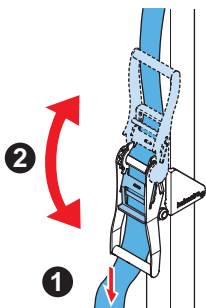

Fig. 15
- 用手拉住张紧带松开的一端，并检查夹头、底座和保护盖是否位于正确的位置。参见 Fig. 15。
- 将棘轮的把手不断上下移动，以使张紧带提供稳定车辆所需的张紧力。参见 Fig. 15。